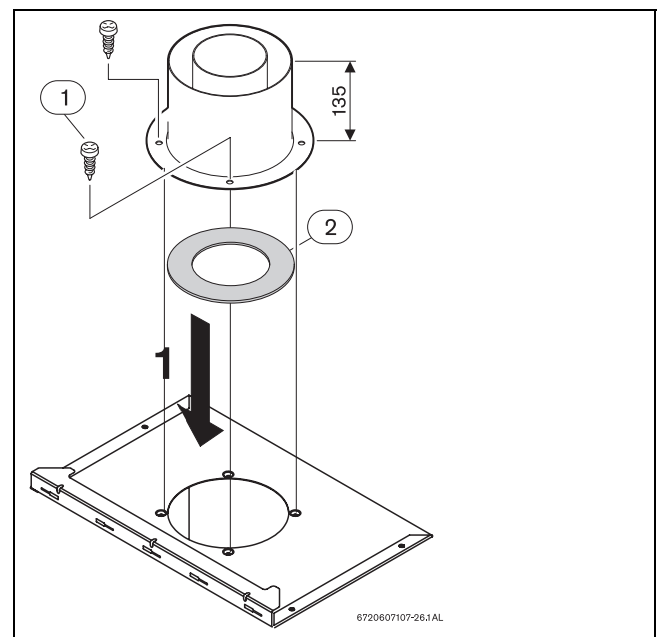

Fig. 5 Esempio di montaggio del diaframma, con l'accessorio base
- ▶ Posizionare il diaframma (→Fig. 5, [2]) tra la sommità caldaia e l'accessorio base di aspirazione/scarico, (→Fig. 5, [1]).
- ▶ Fissare l'accessorio base di aspirazione/scarico (→Fig. 5, [1]) sulla sommità caldaia, tramite le 4 viti in dotazione.